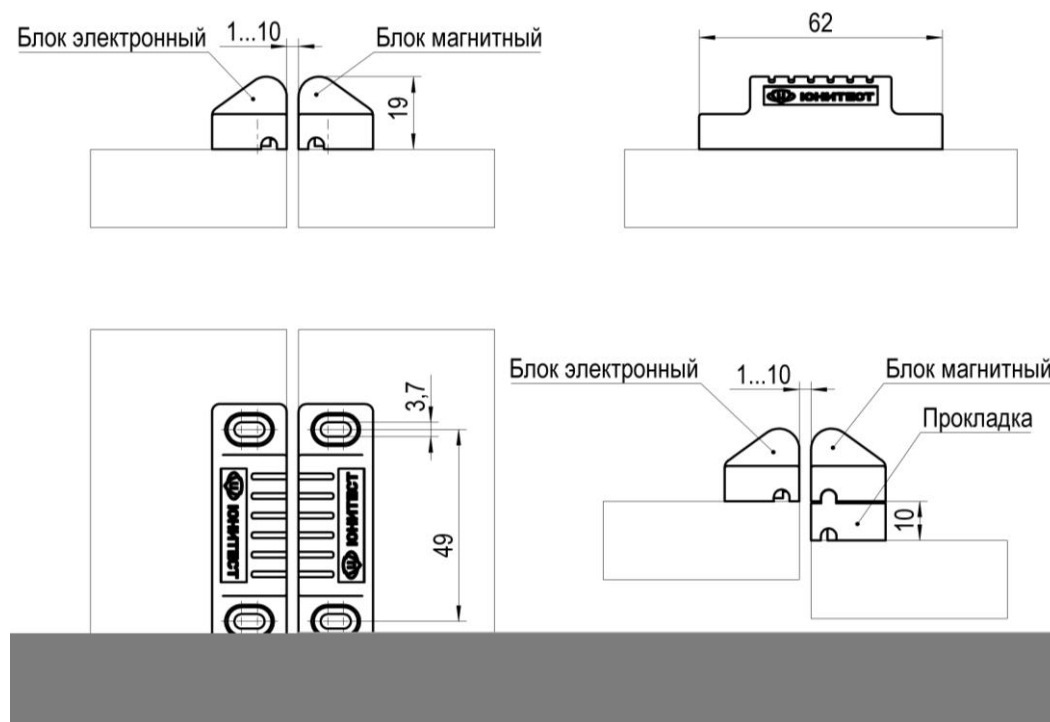
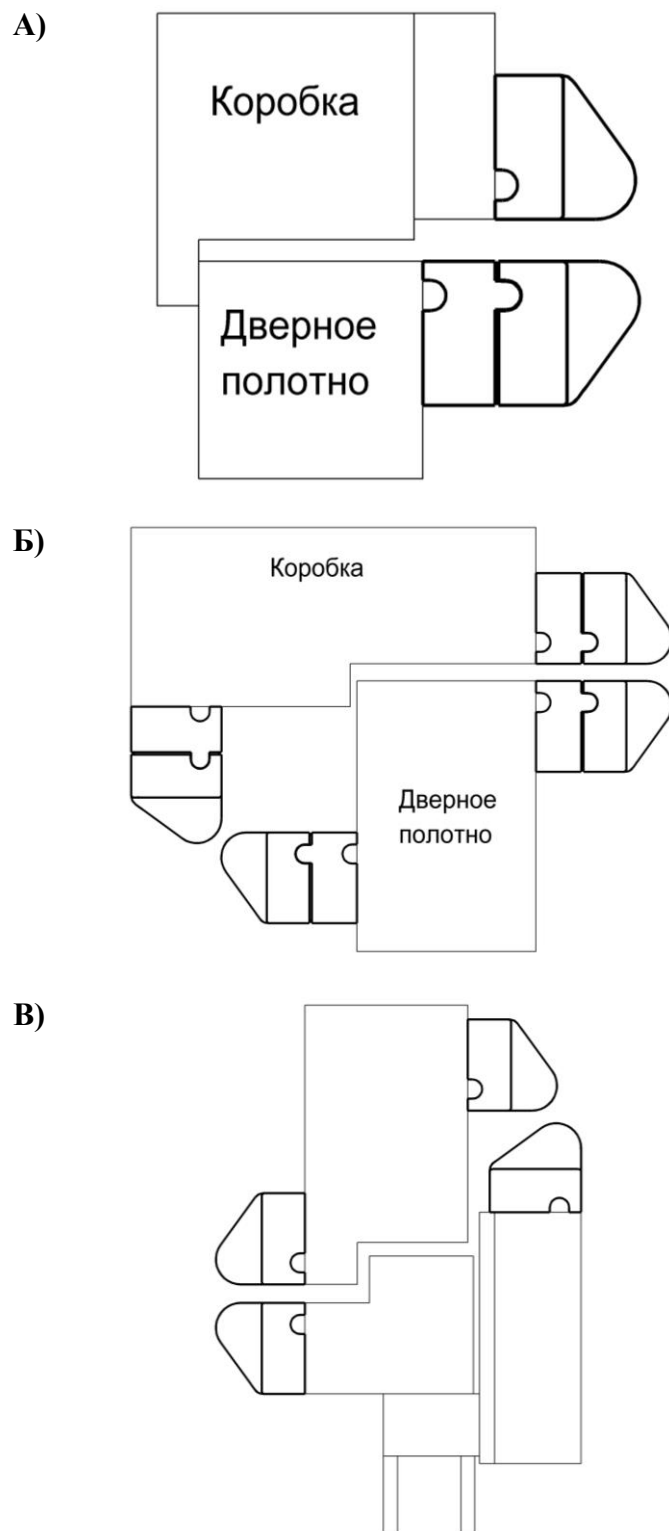

Рис.1. Габаритные и установочные размеры извещателя.
Рис. 2. Варианты установки А – деревянная дверь; Б – металлическая дверь; В – окно ПВХ.
2.1.1. Габаритные и установочные размеры извещателя представлены на рис.1, схема подключения на рис.2.